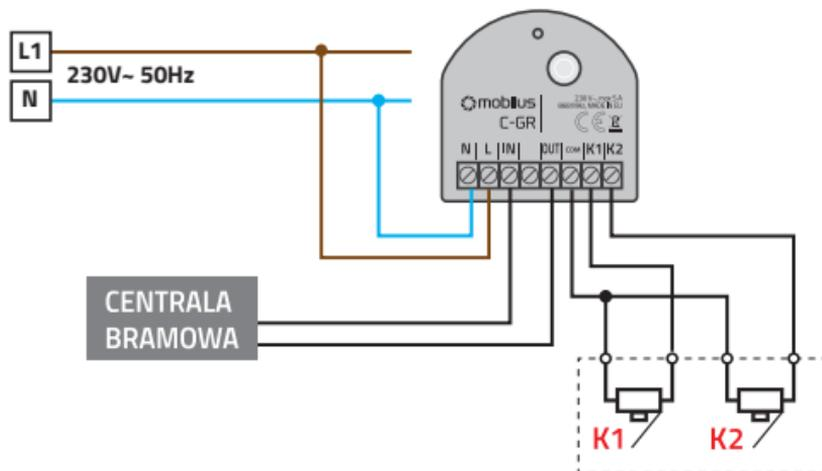

Abb. 5
2. Schließen Sie das **MOBILUS C-GR**-Modul gemäß dem Diagramm in - Abb. 5 an.